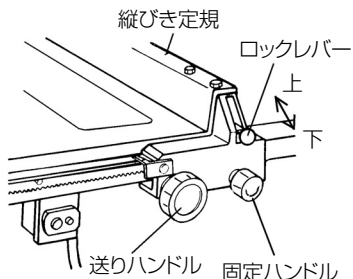

図 29
- (1) ① ロックレバー(図29参照)を上へ上げておきます。
② 固定ハンドル(図29参照)を左にまわしてゆるめておきます。
③ フロントブラケットに縦びき定規の溝を合わせます。
④ 送りハンドル(図29参照)を手前に引きながら矢印方向にさし込みます。
- (2) 縦びき定規は、送りハンドルを右にまわすと左に動き、左にまわすと右に動きます。
- ① ロックレバーを上へ上げます。
- ② 固定ハンドル (図 29 参照) を締付けます。
- ③ 縦びき定規後側の 5 mm ナットを手持ちの 8 mm スパナで 4 ~ 5 回転、左にまわします。